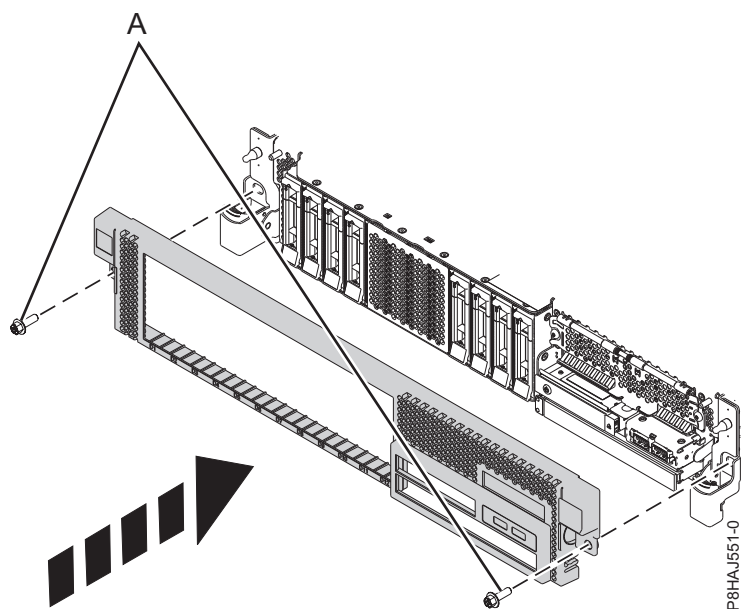

図 19. 前面カバーの取り付け
3. 40 ページの図 19 に示す方向にリリース・ラッチを押して、閉じます。カチッという音がしてカバーが正しい位置に収まります。カバーにはより簡単につかむことができるくぼみがあります。
4. 配送用ねじ (A) を再取り付けします。